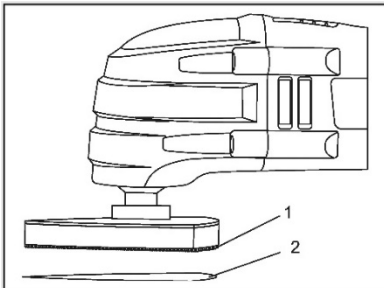

Рис. 3
- Установите шлифовальную пластину (1, Рис.3) на инструмент.
- Прикрепите к пластине шлифовальный лист (2, Рис.3). Шлифовальный лист крепится к шлифовальной плите при помощи самосцепляющейся поверхности (липучки).